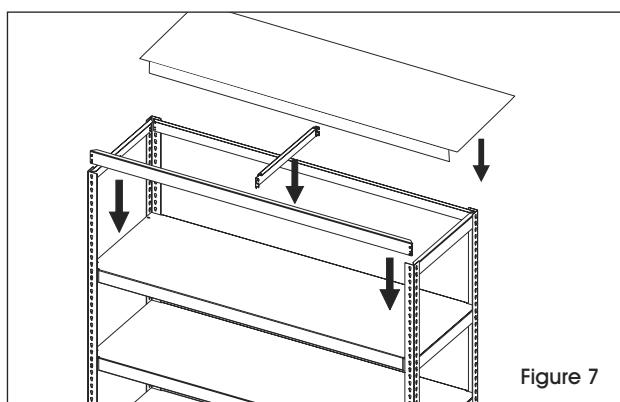

Figure 7
7. Fixez le support avant/arrière et le support de tablette restants. Déposez la dernière tablette en acier sur les supports de tablette. Fixez la tablette avec des boulons et écrous. (Voir Figure 7)